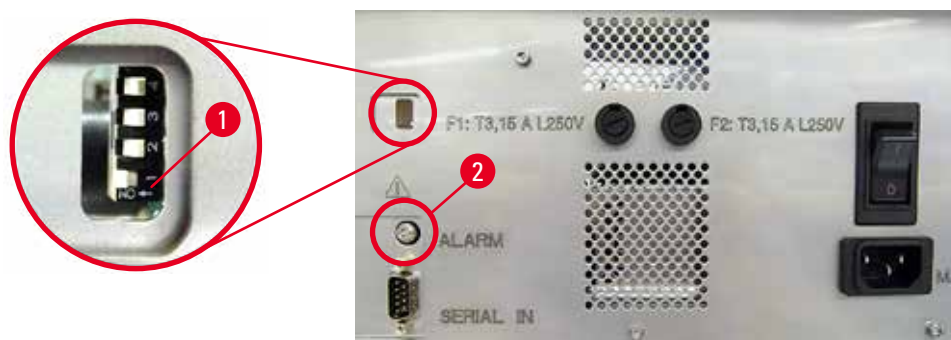

図 41
- » ビープ音出力装置を無効にするには、一番下のスイッチ (→ 「図 41-1」) を右に押します (→ 「図 41」)。